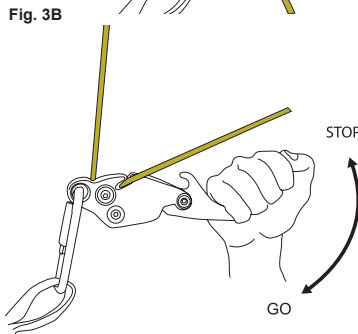

Fig. 3B
7. Ajustez la vitesse de la descente en posant une main sur la poignée et l'autre main, qui tient la corde, en-dessous de l'appareil. Commencez en positionnant la corde dans un angle en bas de la fente, comme indiqué sur la fig. 3B. Lorsque vous baissez la poignée, vous prenez de la vitesse. Lorsque la poignée est déplacée vers le haut ou lorsqu'elle est relâchée, l'appareil s'arrête. Augmentez ou diminuez la friction en déplaçant la corde dans la section étroite de la fente ou en l'éloignant. Il est important de toujours garder une main sur la corde pour contrôler la descente.